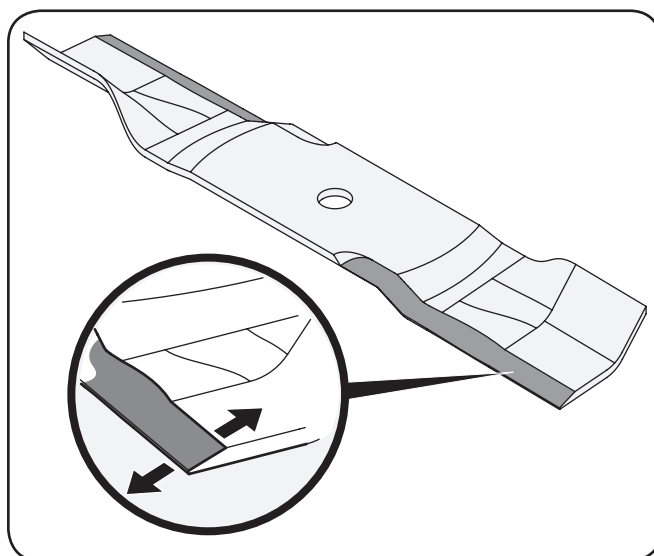

Figure 7-10
3. Pour aiguiser correctement les lames de coupe, aiguissez les deux tranchants des lames de façon égale, parallèlement à la voile, à un angle de 25 à 30 degrés. Aiguissez toujours chaque lame de coupe de façon égale pour garder l'équilibre des lames. Voir Figure 7-10.